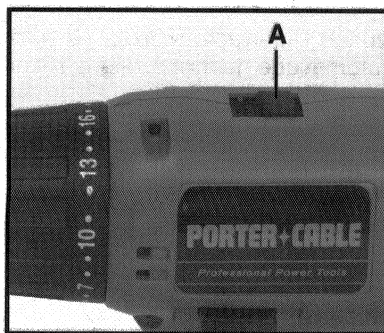

Fig. 4
La foreuse/visseuse autonome à batterie modèle 862 possède un changement de vitesse à deux vitesses qui produit une gamme de vitesse du mandrin qui va approximativement: de 0 - 350 RPM (VITESSE BASSE) à 0 - 1250 RPM (VITESSE ÉLEVÉE). Pour changer de registre de vitesse: relâchez l'interrupteur de la gâchette pour arrêter le moteur en ensuite faites passer le sélecteur de vitesse (A) Fig. 4 vers l'arrière pour choisir une vitesse ÉLEVÉE ou vers l'avant pour choisir une vitesse BASSE.